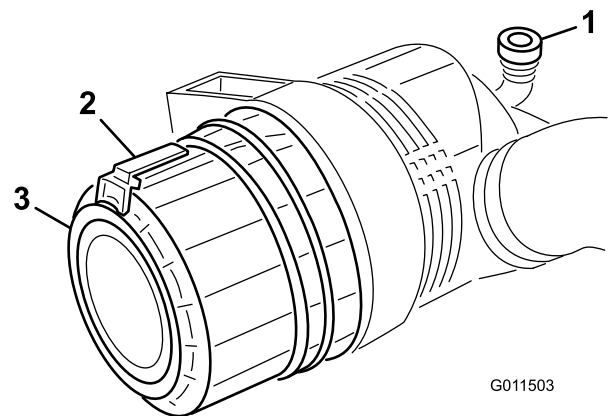

Figura 48
1. Tirate il fermo verso l'esterno e ruotate il coperchio del filtro in senso antiorario (Figura 48).
7. Montate il coperchio con la valvola di uscita in gomma (Figura 48) disposta in giù, in una posizione tra le ore 5 e le ore 7 vista dall'estremità. Fissate il fermo.